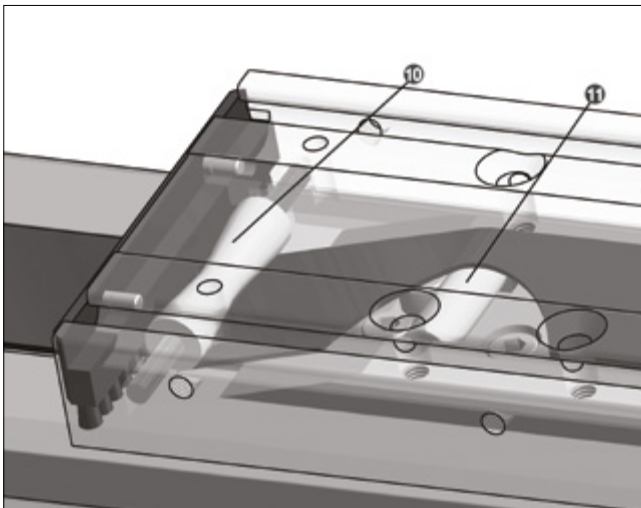

Bild 4.15 ____ Abdeckbandumlenkung
4. Bandführungsrolle **10** im Schlittenteil und Andruckrolle in der Tischplatte **11** auf Leichtgängigkeit und Beschädigungen überprüfen und gegebenenfalls zu reinigen oder zu tauschen (Bild 4.15).